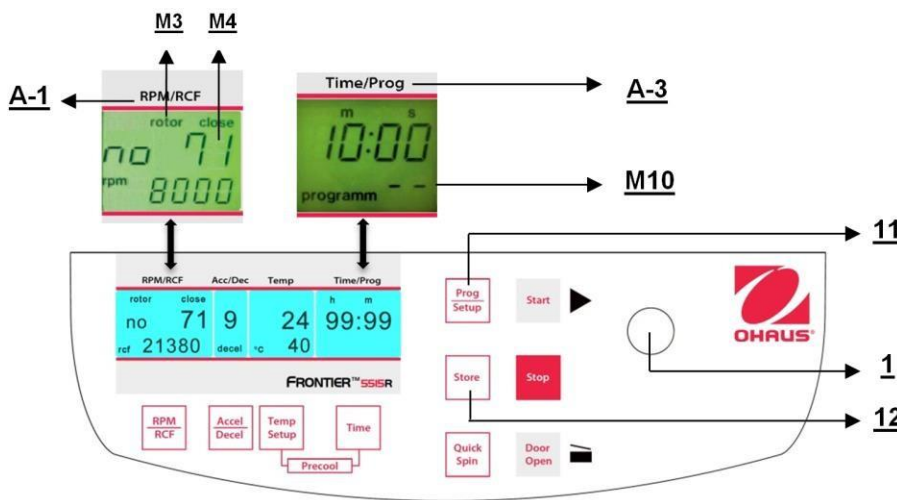

Figura 25
Para recuperar programas almacenados, presione el botón **"Prog/Setup"** (11) (vea la Figura 25) mientras la tapa está cerrada. En la pantalla **"Time/Prog"** (A-3) aparece **"programm --"**(M10). El número de programa deseado puede preseleccionarse con la perilla de ajuste (1).
Para salir del modo de programa, solo presione el botón **"Prog/Setup"** (11) (vea la Figura 25). Entonces, dentro de la pantalla **"Time/Prog"** aparece la palabra **"programm"**. Configure la pantalla en **"programm--"** (M10) con la perilla de ajuste (1).